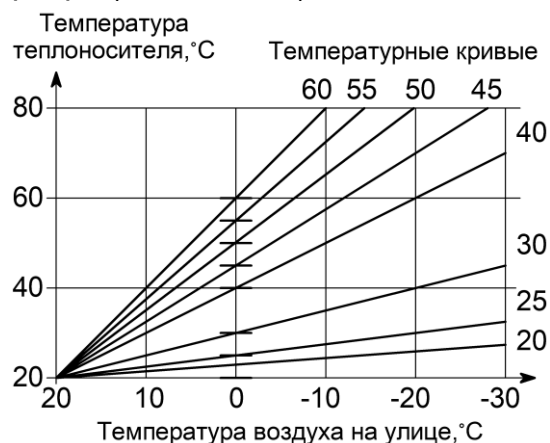
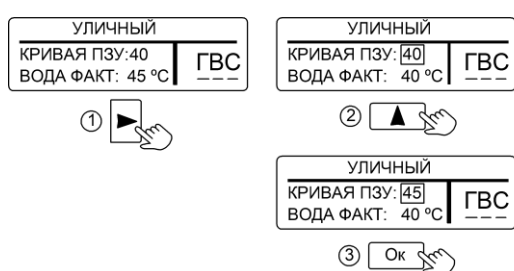

Рисунок 9. Зависимость температуры теплоносителя от температуры воздуха на улице
Рисунок 10. Настройка кривой ПЗУ
10.4 «УЛИЧНЫЙ» – режим поддержания температуры теплоносителя в зависимости от температуры воздуха на улице по одной из погодозависимых кривых (см. рис. 9). Датчик температуры воздуха (проводной или радиодатчик) устанавливается на улице. При отсутствии датчика температуры, возможно работа от данных получаемых с метеосервера (см. п. 11.1.8).
Для изменения заводской настройки нужно в соответствии с рис. 9 выбрать ту кривую, при которой в помещении станет комфортно. Если в помещении холодно - следует выбрать кривую с большим номиналом, если жарко - с меньшим. Чем больше величина теплотерьер здания, тем выше номер кривой. Изменение значения кривой ПЗУ показано на рис. 10.